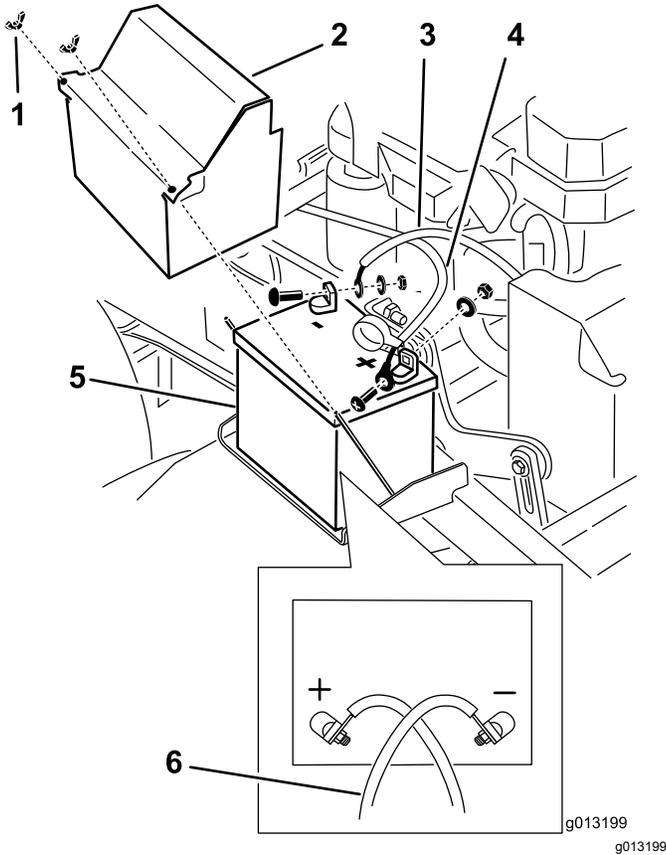

Figura 52
3. Scollegate il cavo negativo della batteria dal morsetto negativo (-) della batteria (Figura 52).
5. Togliete il cavo positivo (rosso) della batteria (Figura 52).
6. Togliete il dispositivo di fissaggio della batteria e rimuovete la batteria (Figura 52).
1. Montate la batteria sulla macchina (Figura 52).
3. Montate il cavo positivo (rosso) della batteria sul morsetto positivo (+) della batteria con un dado, una rondella e un bullone.(Figura 52).
- Montate il cavo negativo della batteria e il filo di messa a terra sul morsetto negativo (-) della batteria con un dado, una rondella e un bullone (Figura 52).
Nota: Se correttamente installati, i cavi della batteria si incrociano l'uno sopra l'altro (Figura 52).